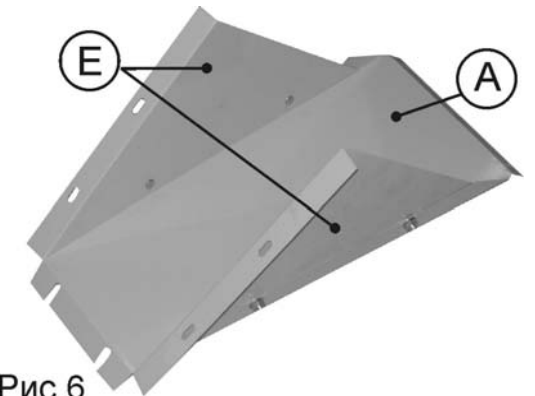

Рис.6
8.1.8. Соберите желоб, как показано на Рис. 6, закрепив к лотку (А) две косынки (F) при помощи болтов с квадратными подголовками, шайб и гаек.
8.1.9. Установите желоб, Рис. 6, внутри основания, как показано на Рис. 7, при помощи болтов с квадратными подголовками, шайб и гаек.